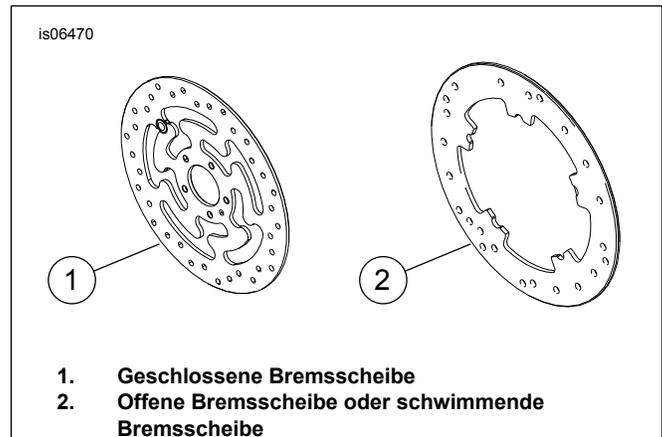

Abbildung 1. Vorderradbremsscheiben-Ausführungen
- Bremsscheibenschrauben ( Siehe Abbildung 1. und Tabelle 1 )